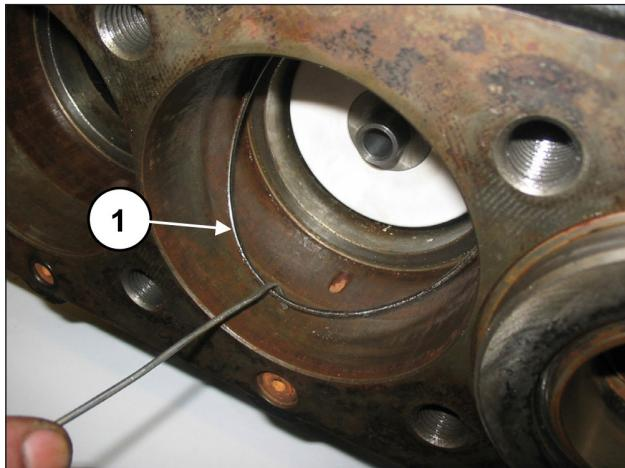

图 160
如果密封圈底座底部的O形圈留在泵壳（位置①，图 160）内，则将之拆除。